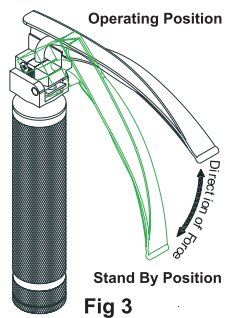

Fig 3
2. Fare forza verso l'alto per portare la lama in posizione operativa come in Fig. 3.
3. Per portare la lama in posizione di stand by fare forza verso il basso come in Fig. 3.